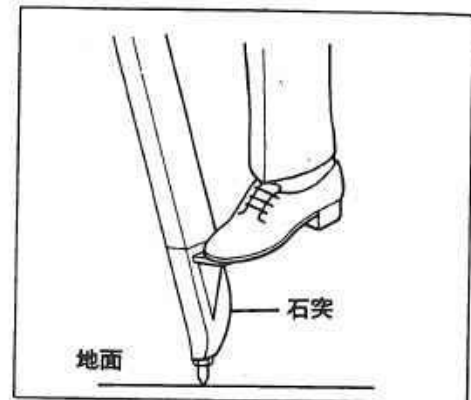

図2
- 4) 脚頭がほぼ水平になっている事を確認しながら、脚の1本ずつに体重をかけて、充分踏み込み、しっかりと三脚を安定させます。蝶ねじBを締めます。(図2)